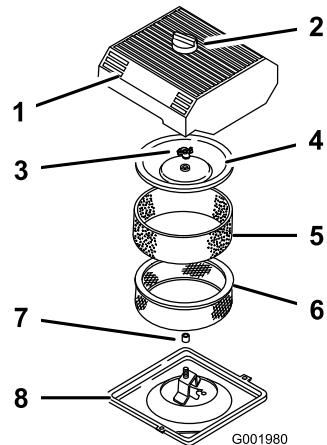

Figura 39
- Para evitar qualquer dano, limpe à volta do filtro de ar para impedir a entrada de impurezas para o interior do motor (Figura 39).
- Desaperte o botão existente na parte superior do filtro de ar e retire a cobertura (Figura 39).
- Retire cuidadosamente o filtro de esponja, passando pelo filtro de papel (Figura 39).
- Retire a porca da cobertura e retire a cobertura e o filtro de papel (Figura 39).
1. Coloque cuidadosamente o filtro de esponja, passando pelo filtro de papel (Figura 39).
3. Coloque a porca da cobertura e aperte contra a cobertura (Figura 39).
4. Coloque a cobertura do filtro de ar e o botão (Figura 39).